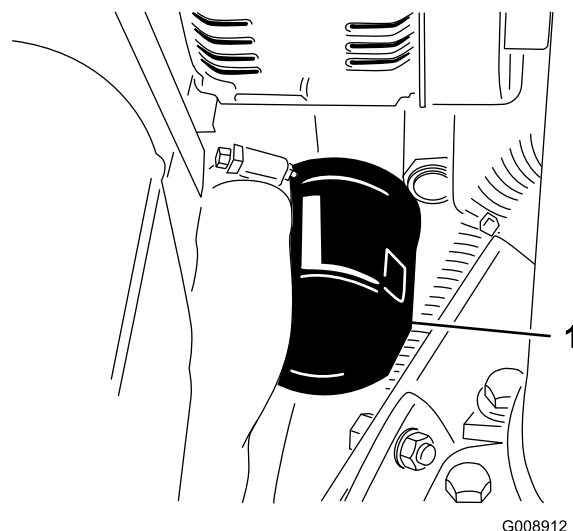

図 46
2. オイルフィルタ（図 46）を外す。新しいフィルタのシールに薄くエンジンオイルを塗って取り付ける。**締めすぎないように注意すること。**